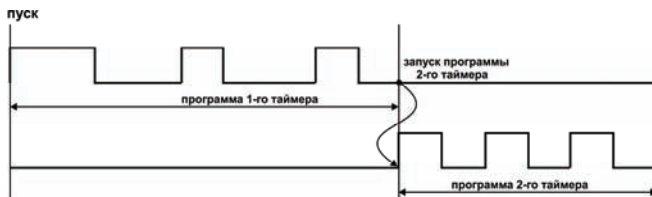

Рисунок 18
3.1.6.5 При « $rEst$ »=4 (установка возможна только при значениях « LnP »=1, 2 или 3) запуск или перезапуск таймера 2 происходит после окончания выполнения программы таймера 1 (рисунок 18).